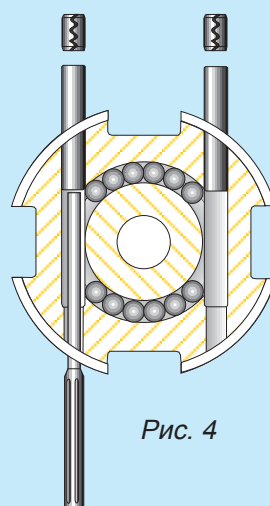

Рис. 4
2. Демонтируйте все пружинные фиксаторы и стопорные штифты, используя молоток и соответствующую оправку (Рис.4).